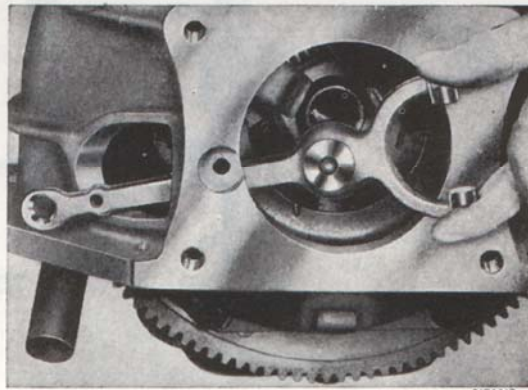

Bild 4. Demontering av urkopplingsgaffel, tid. utf.
2. Lyft av retur fjädern (16 plansch I) och koppla av trycklänken (22) vid urkopplingsgaffeln.
3. Tag bort urkopplingslagret (6).
5. Tag bort urkopplingsgaffeln (15) genom att först på insidan lossa ledkulan något varv med en 17 mm fast nyckel och hålla den still samt därefter skruva ut skruven som ledkulan sitter på. Vrid därefter urkopplingsgaffeln 1/2 varv och tag ut den bakåt, bild 4.